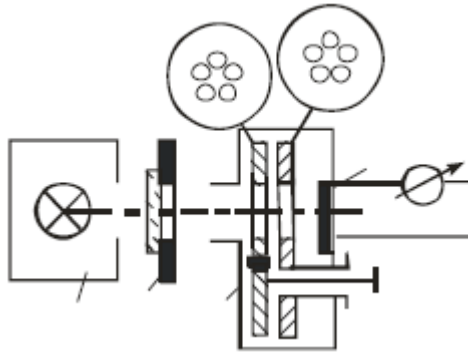

Рис. 2. Схема об'єктивного колориметру
2. Навести схему об'єктивного колориметру (рис. 2) та назвати її складові елементи.